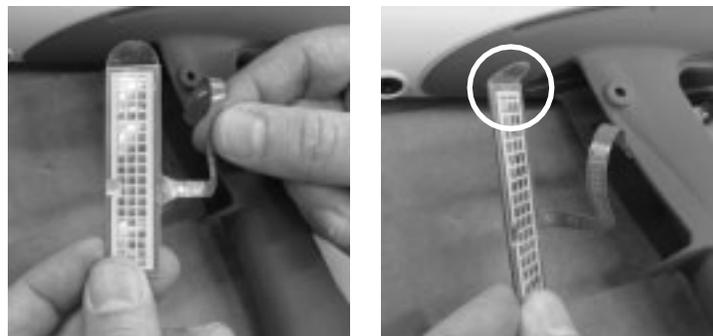

Figure 20 Installation de l'interrupteur à gâchette- Étape 3
3. Voir la figure 20. Redressez le câble plat, puis pliez la languette de traction située en haut de l'interrupteur de manière à ce qu'elle soit perpendiculaire à l'interrupteur.